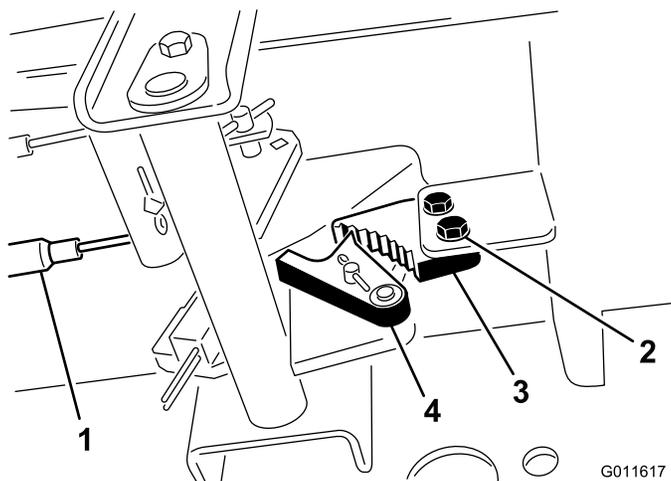

図 66
1. 駐車ブレーキのツメをフレームに固定しているネジ2本をゆるめる(図 66)。
2. ブレーキのツメが戻り止めに完全に掛かるまで駐車ブレーキペダルを前に踏み込む(図 66)。